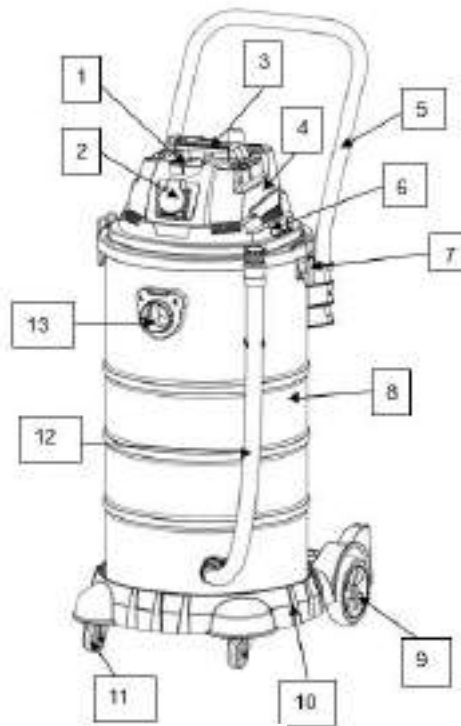

Рис. 1
- Разблокируйте два замка (7) (Рис.1) с обеих сторон пылесоса и за ручку (3) (Рис.1) снимите секцию электродвигателя (6) (Рис.1).
- После установки соответствующего фильтра за ручку (3) (Рис.1) правильно установите секцию электродвигателя (3) (рис.4) на бак (8) (Рис.1) и заблокируйте два замка (7) (рис.1).
- Позиция «I» – пылесос включен, независимо от факта подключения электроинструмента к розетке (2) (Рис.1);
- Позиция «II» пылесос включается через несколько секунд только после пуска, подключенного к розетке (2) (Рис.1) электроинструмента, и пылесос отключается через несколько секунд только после останова.
**Подключение электроинструмента:** на секции электродвигателя (6) (Рис.1) установлена розетка (2) (Рис.1) для подключения электроинструмента, которая обеспечивает автоматическое включение и отключение пылесоса одновременно с включением или выключением электроинструмента. Внимательно изучите инструкции, правила и руководства по эксплуатации подключаемого электроинструмента.